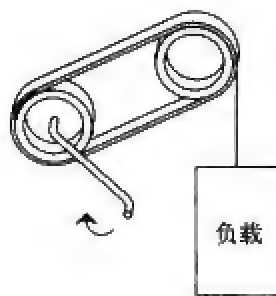

图0-7 皮带将功从手柄传输到负载
摇动电子泵，灯泡就亮了。停止摇动，灯泡就灭了。重新摇动，马上又亮了。即使导线很长，情况也是这样！我们是立即看到这个效果的。可以用一对滑轮和一根皮带组成的系统来理解电路。电荷沿着电路移动，将功率从一个位置转移到另外一个位置，如图0-7所示^③。